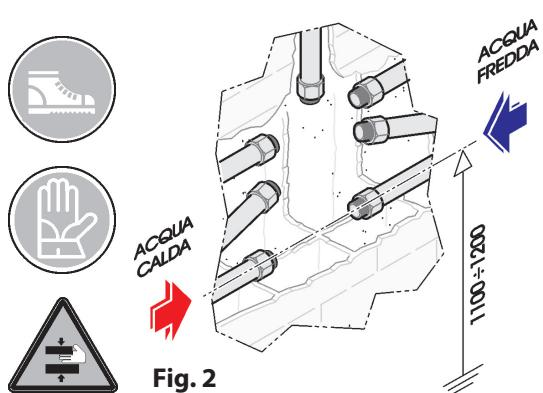

Fig. 2
- Alloggiare i tubi idraulici per l'alimentazione dell'acqua fredda nella parte inferiore destra e dell'acqua calda nella parte inferiore sinistra. (Fig.2). Nella parte superiore, alloggiare i tubi idraulici per l'erogazione ai servizi (deviatore).
- Lodge the cold water supply pipes to the lower right hand side, while the hot water pipes to the left (Fig. 2)
- Den Kaltwasseranschluss unten rechts und den Warmwasseranschluss unten links unterbringen (Abb.2). Im oberen Bereich das Ansatzrohr für den Wasserauslauf (Umsteller) unterbringen.
- Loger les tuyauteries hydrauliques pour l'alimentation en eau froide dans la partie inférieure droite et dans la partie inférieure gauche pour l'alimentation en eau chaude. (Fig.2). Dans la partie supérieure, loger les tuyauteries hydrauliques pour la distribution (inverseur).
- Instale los tubos hidráulicos para la alimentación del agua fría en la parte inferior derecha y, los del agua caliente, en la parte inferior izquierda. (Fig.2) En la parte superior, instale los tubos hidráulicos para la salida a los servicios (inversor).
- Проложить трубы водоснабжения таким образом, чтобы холодная вода располагалась внизу справа, а горячая внизу слева. (Рис.2). В верхней части расположите трубы выходящие на потоки распределения направлений (от девиатора).